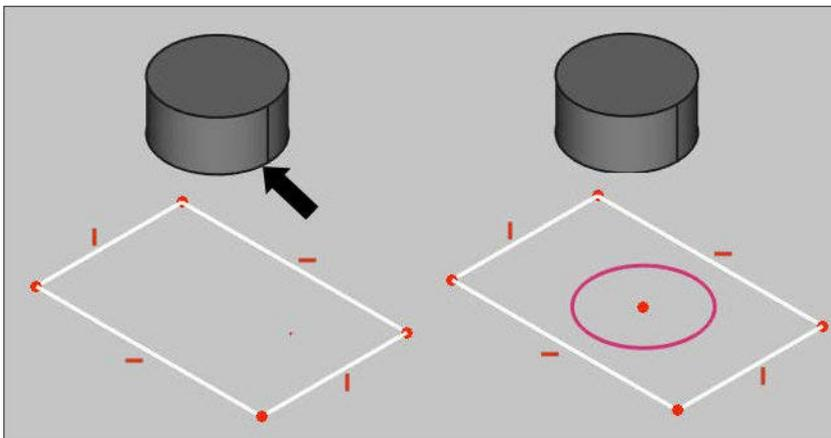

Abbildung 4.12: Kanten verlängern und teilen
- **Externe Geometrie:** Damit lässt sich eine Kante einer anderen Skizze oder eines Objekts in die aktuelle Skizze kopieren (siehe Abbildung 4.12). Die Kopie wird dabei in der Skizze zur Hilfsgeometrie. Die Abhängigkeit zur ursprünglichen Skizze bleibt erhalten, das heißt, wenn sich die ursprüngliche Geometrie ändert, dann ändern sich die Skizze und die daraus entstandenen Objekte mit.